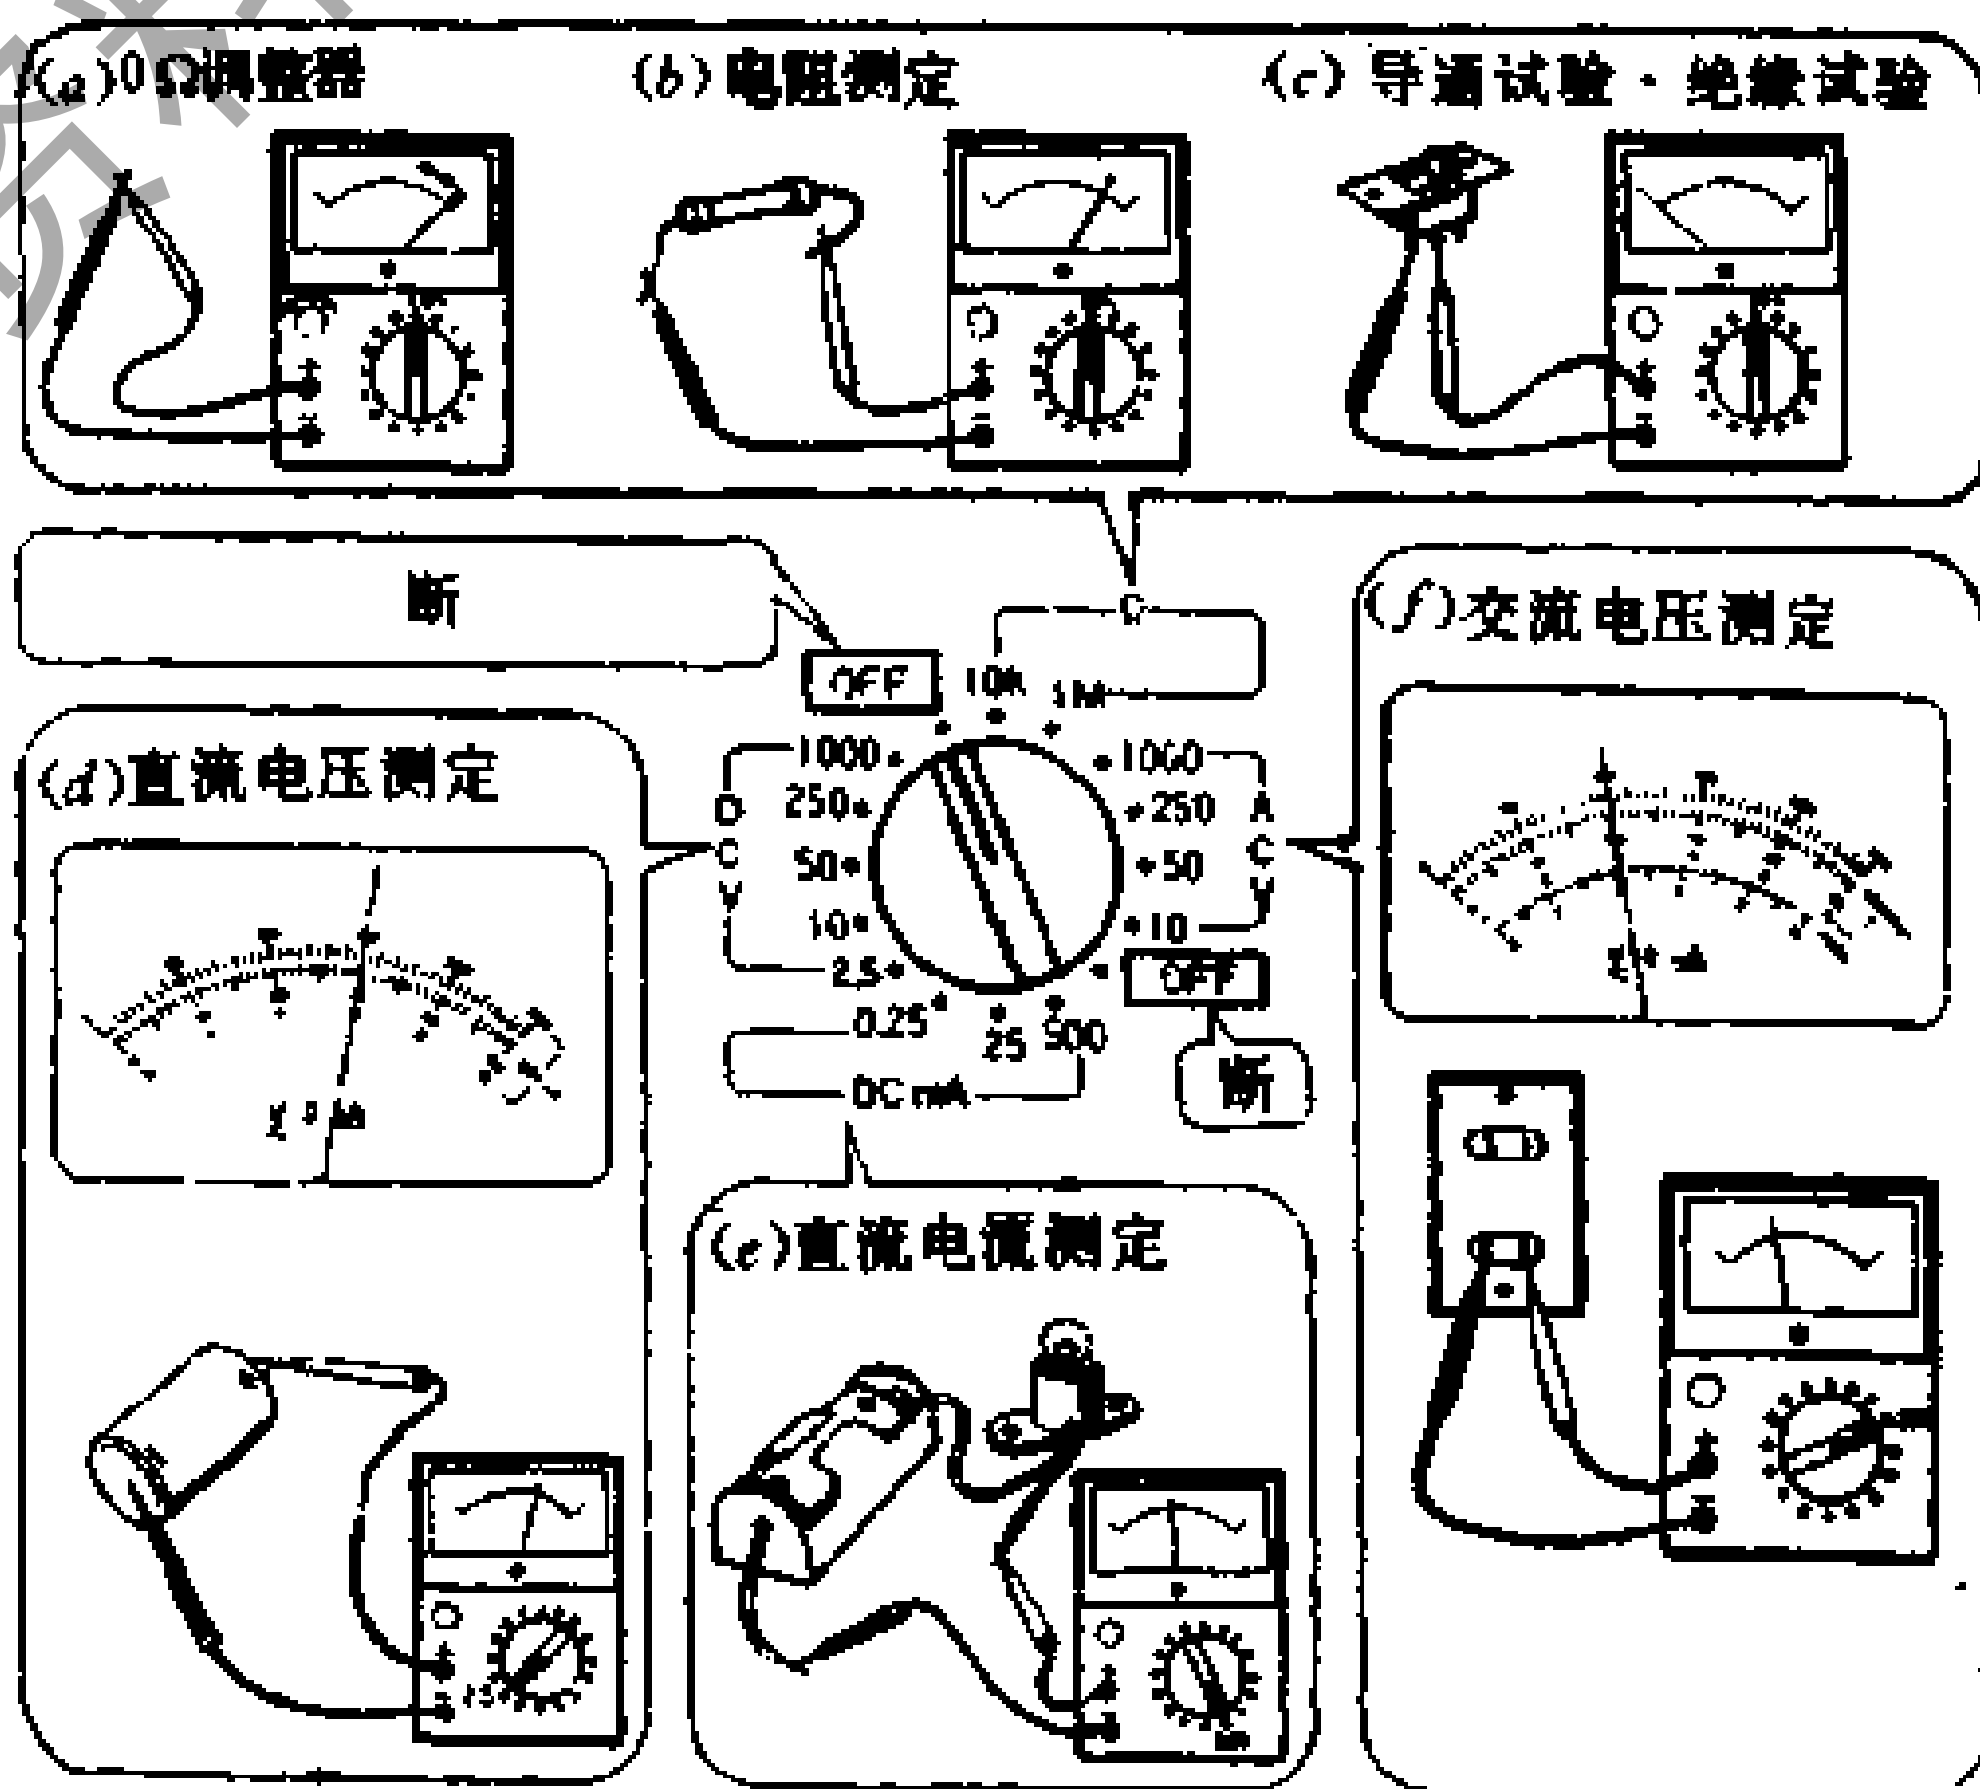

图 7—72 万用表的使用方法
(1) 被测量的电阻必须从电路中焊下来（至少要焊开一个头），以免电路中其他元件对测试产生误差。测试电阻值时应按图 7—72 (b) 所示进行。
(2) 由于人体具有一定的电阻，测试时手不要触及表笔和电阻的导电部分，即不要用图 7—73 所示方法测试，以免影响读数的精确性。
(3) 根据被测电阻所标注的阻值的大小来选择量程，使其万用表指针尽可能落在刻度线的中间位置，以提高读数的准确性。
(4) 万用表的读数与电阻上所标注的阻值应符合。如果不相符，超出电阻值规定的误差范围，则说明该电阻已短路。如果是  $\infty$  值，则表示电阻断路，不能再使用。